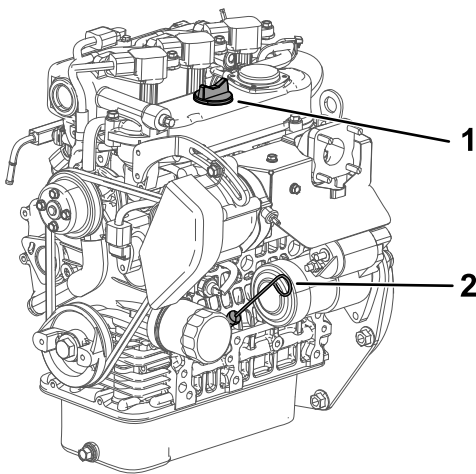

Figura 35
4. Retire la varilla y límpiela con un paño limpio (Figura 35).
5. Inserte la varilla en el tubo y asegúrese de que entre a fondo (Figura 35).
6. Retire la varilla y compruebe el nivel de aceite (Figura 35).
7. Si el nivel de aceite es bajo, retire el tapón de llenado (Figura 35) y añada suficiente aceite para elevar el nivel a la marca Lleno de la varilla.
8. Coloque la varilla firmemente (Figura 35).